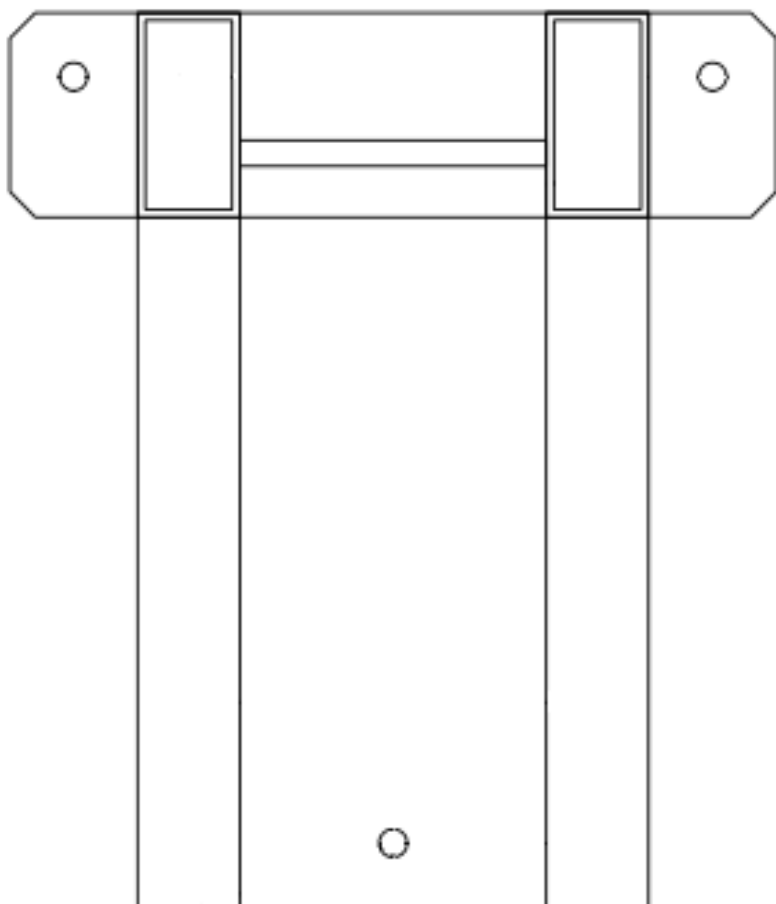

Fig.1
1. Vérifiez le nivellement de la surface de charge avant de la fixer au mur. (Fig. 1)
2. Après avoir fixé la base, montez le crochet en acier INOX (7) sur la colonne porte-crochet (6) à l'aide d'un écrou M10 (22) et d'une rondelle $\varnothing 10$ (23). Vous pouvez maintenant le fixer au couvercle (3) avec le VTE M8X25 (24) et des rondelles $\varnothing 8$ (16).
3. Vissez le dispositif de verrouillage de la table basculante (8) à la colonne à crochets (6) avec un VTE M6X16 (25) et une rondelle $\varnothing 6$ (18).